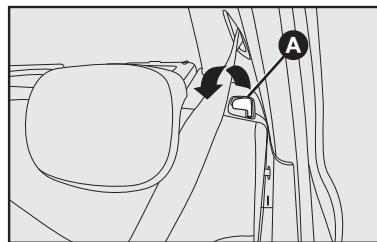

fig. 93
- Destruar o encosto do banco agindo sobre as alavancas laterais **A-fig. 93** do mesmo, na direção da seta.
- Colocar o encosto do banco na posição vertical fazendo-o passar pelos cintos de segurança e acionar a alavanca **A-fig. 93**. Certificar-se do perfeito travamento.
O banco traseiro bipartido em algumas versões permite ampliar apenas parte do porta-malas, tendo a opção de rebater o banco individual ou duplo. Para isso, destravar a alavanca da direita ou da esquerda **A-fig. 93** e rebater o assento do banco traseiro para a frente. Em seguida, rebater a parte do encosto 1/3 ou 2/3 (quando disponível) para ampliação do porta-malas.